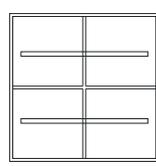
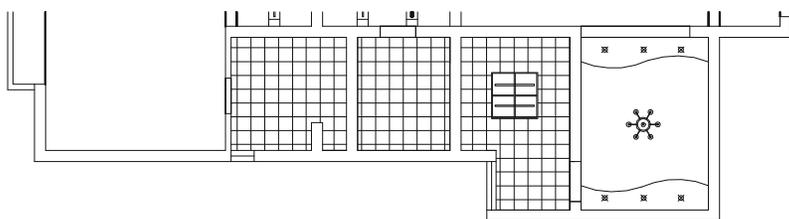

图 7-1-40
图 7-1-41
使用镜像命令 MIRROR 将该矩形镜像一个放在下边，以示另一根灯管，其位置如图 7-1-40 所示。
使用移动命令 MOVE 将如图 7-1-40 所示的图形放到厨房的适当位置，再使用分解命令 EXPLODE (X) 将填充的方格分解，以便使用修剪命令 TRIM 对其进行修剪，如图 7-1-41 所示。